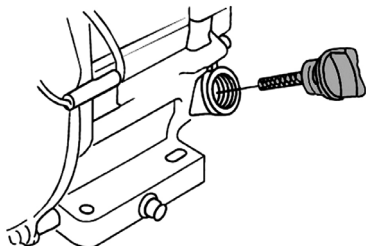

Рис. 6. Крышка-щуп маслозаливной горловины
2. Открутите крышку-щуп маслозаливной горловины и извлеките щуп (Рис. 6).
2. Выкрутите крышку-щуп маслозаливной горловины и извлеките щуп (Рис. 6).